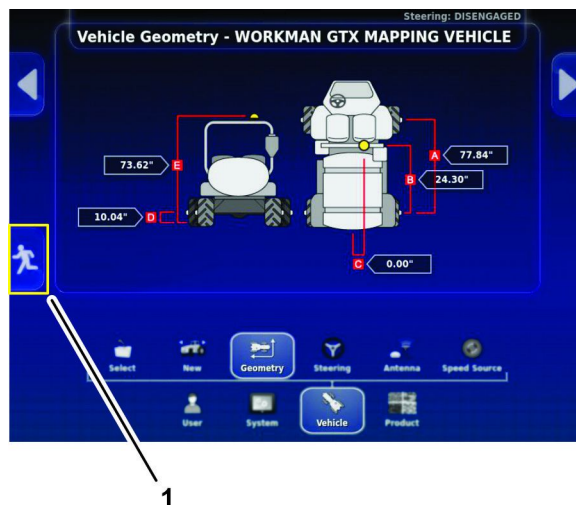

Figura 194
1. Icona Ricevitore satellitare e terreno (E)
6. Premete l'icona ESCI DALLA CONFIGURAZIONE (Figura 194).